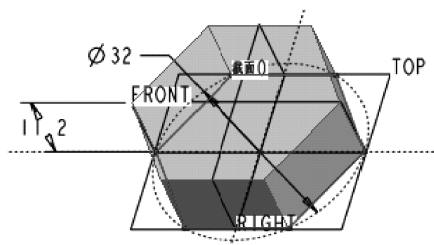
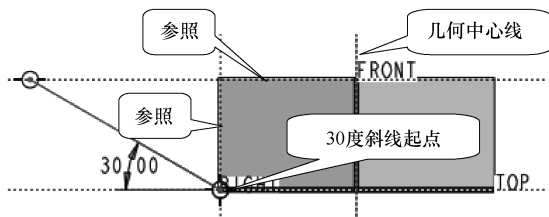

图 6-78 六棱柱
图 6-79 草绘截面
- (1) 使用默认模板，新建文件名为“liti6-8.prt”的实体文件。
- (2) 以“TOP”基准面作为草绘平面，其余使用默认设置，使用【拉伸】工具创建六棱柱，底面外接圆直径为 32，高度为 11.2，如图 6-78 所示。
- (3) 选择旋转工具，以“RIGHT”基准面作为草绘平面，看图方向朝右，以“TOP”基准面作为草绘方向参照，方向选择【顶】，进入草绘界面。
- (4) 选择菜单栏中的【草绘】|【参照】选项，弹出【参照】对话框，选取如图 6-79 所示的参照，草绘轴线和截面。
- (5) 草绘几何中心线和 30°斜线作为旋转的截面，单击【草绘器工具】工具栏中的【完成】按钮☒，完成截面绘制。
- (6) 单击对话框中的【去除材料】按钮☒，使其处于按下状态，修改【添加材料】方式为【去除材料】方式，确认去除材料的方向指向实体外部，否则在图形区单击黄色箭头使去除材料